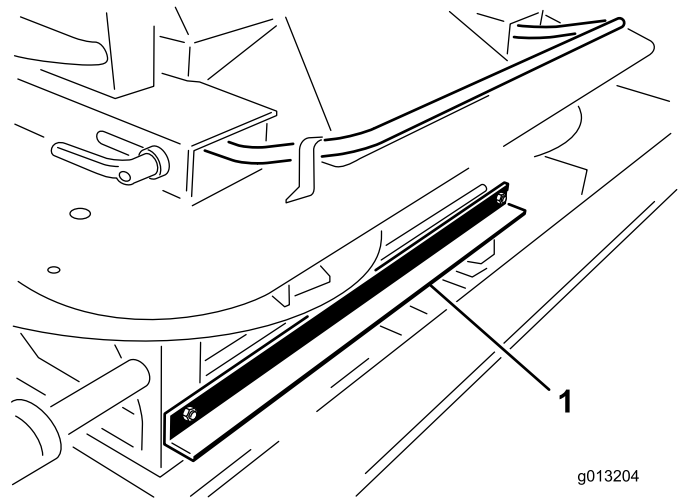

Figure 4
3. À l'avant du Twin Spinner, retirez les deux boulons de 1/4 x 3/4" et écrous qui fixent le support d'expédition du dispositif de levage du ProPass au Twin Spinner (Figure 4).